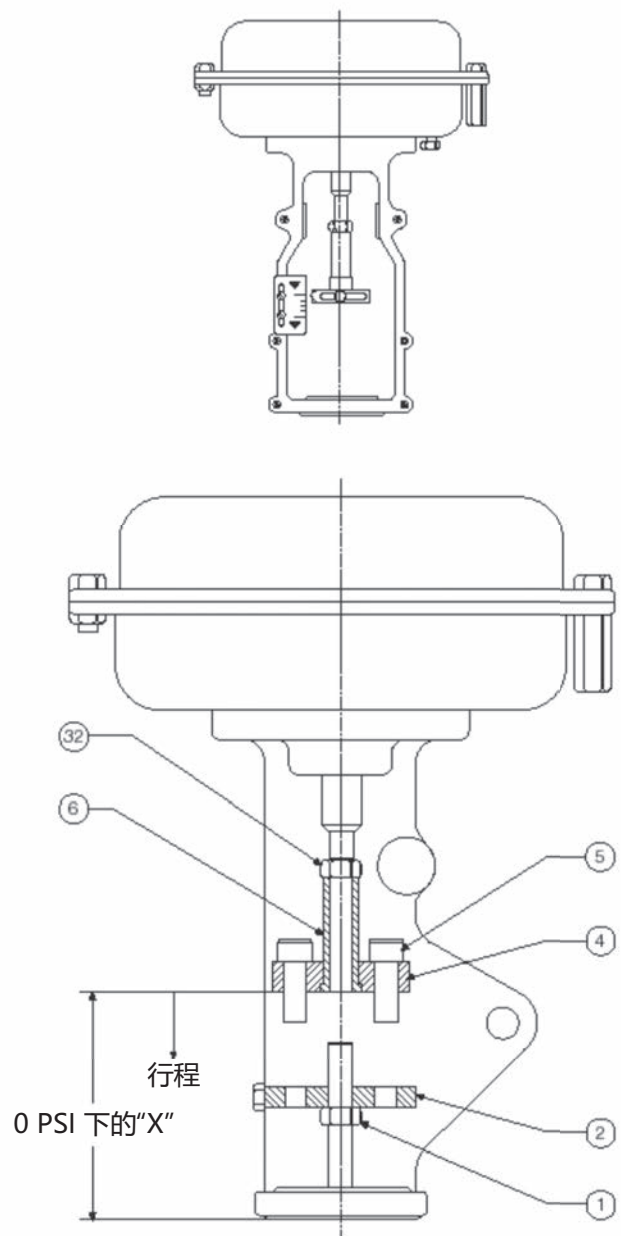

图 12 - 87 型执行器
- F. 通过输出杆锁紧螺母 (1) 拧松塞杆，直至阀芯接触阀座。
- G. 通过气动或手轮使执行器进行冲程，升起阀芯离开阀座。拧松塞杆一整圈，用锁紧螺母 (1) 靠紧输出杆连接器或法兰 (2 或 6) 把输出杆锁定到位。
- H. 让行程刻度板 (9) 与指针成一直线，检查执行器是否正确动作。
- B. 固定上下输出杆连接器 (2 和 4)，更换两个内六角螺钉 (5)。尽可能将塞杆旋入输出杆连接器 (2 或 6) 的下部。参考图 12 和 13 了解输出杆连接器的定位。
注：尺寸 3 和 6 执行器 - 经输出杆法兰 (2) 把塞杆拧入执行器输出杆 (10)。根据输出杆的长度，在将塞杆拧入执行器输出杆的同时，可能需要向前逐渐落下执行器。参考图 12 了解尺寸 6 执行器输出杆连接器的定位。
- D. 通过输出杆锁紧螺母 (1) 拧松塞杆，直至阀芯接触阀座。